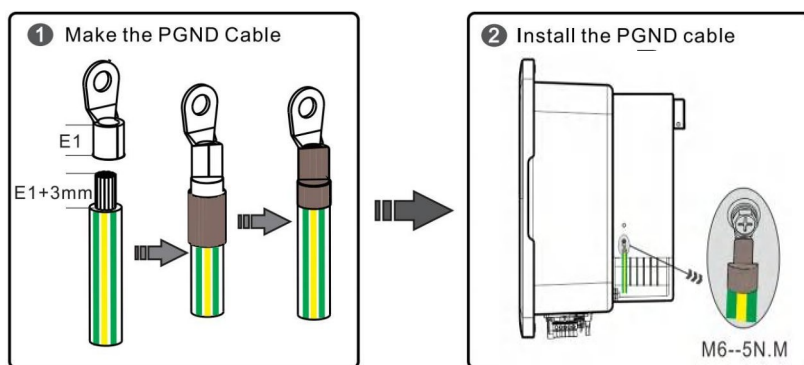

Figura 3-1 Schema di realizzazione del cavo (terminale OT)
- (1) Spellare una sezione del conduttore in rame nudo del cavo di terra secondo le specifiche corrispondenti utilizzando lo spellafili. Assicurarsi che la lunghezza del conduttore in rame nudo sia di 3 mm superiore a quella del terminale OT.
- (2) Rivestire il terminale OT con un tubo termorestringente di dimensioni adeguate. Si raccomanda che la lunghezza del tubo termorestringente (tensione di tenuta ≥ 600 V) sia pari a 1,5-2 volte la lunghezza del terminale.
- (3) Crimpare il terminale OT all'anima di rame nuda utilizzando le pinze crimpatrici.
- (4) Riscaldare il tubo termorestringente con la pistola termica in modo da avvolgere saldamente il terminale e il cavo. A questo punto, il cavo è completamente realizzato (il processo di realizzazione del cavo è illustrato nella Figura 3-1○1).
- (5) Fissare il terminale OT del cavo di terra all'interfaccia di terra mediante viti M6, con una coppia di serraggio di 5 N·m (per ulteriori informazioni, consultare la Figura 3-1○2).